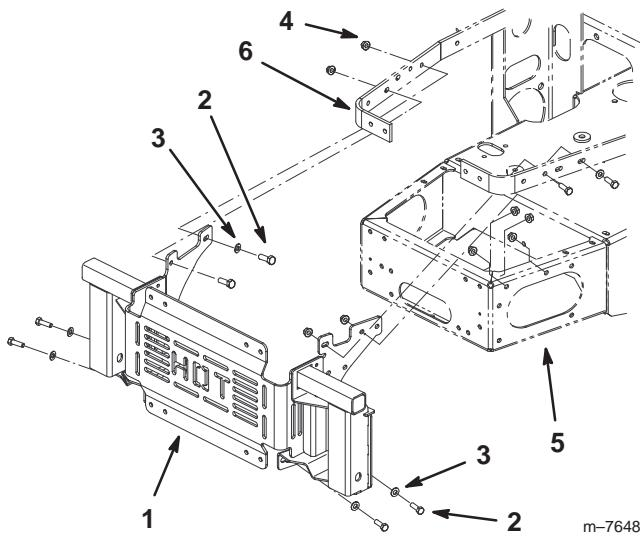

Bild 7
- Befestigen Sie die Befestigungshalterung des Heckfangsystems lose mit acht Schrauben (5/16 x 1 Zoll), 6 flachen Scheiben (5/16 Zoll) und acht Bundmuttern (5/16 Zoll) an der Seite der hinteren Stoßstange (Bild 7).